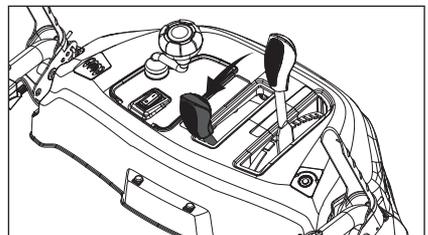

Figure 78
1. Réglez le déflecteur en position complètement verticale et ouverte en déplaçant la commande vers l'arrière. (Fig. 78)